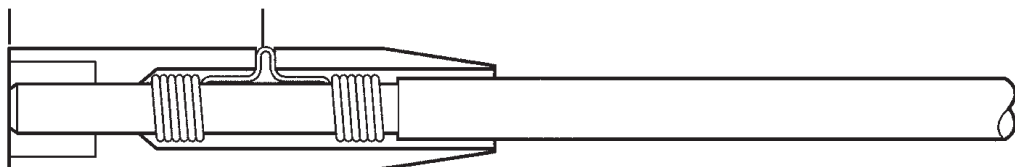

Fig. 8
Vérifier que la sonde est à la même hauteur que le bout de la tige de sonde (Fig. 8). Un léger jeu est normal.
- Pousser l'ensemble tige de sonde/ressort sur l'électrode en les tournant en même temps jusqu'à ce que l'extrémité de la tige soit à la même hauteur que le bout de la tige (voir Fig. 8). L'ensemble tige/ressort tournera facilement dans un sens uniquement.